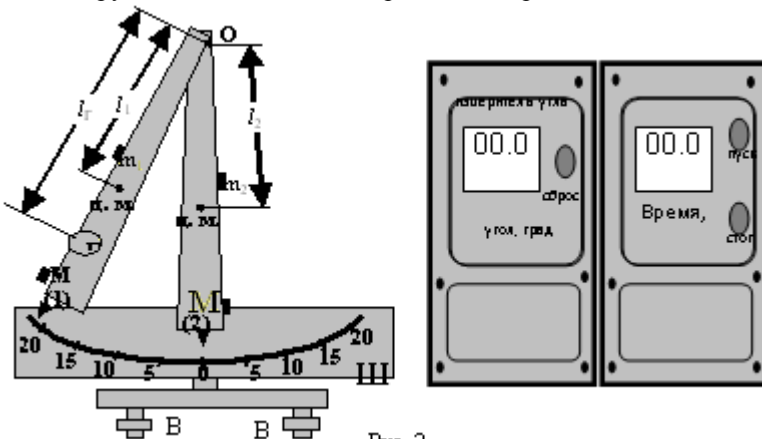

Рис. 2
Описание установки. Установка состоит из двух физических маятников (1) (масса m_1) и (2) (масса m_2), которые независимо могут колебаться вокруг общей оси O (рис. 2). Маятники снабжены магнитами M , с помощью которых они стягиваются и могут вращаться вокруг оси O , как единое целое. Для изменения момента инерции к маятнику 1 может быть прикреплен добавочный груз Γ (масса m_Γ). На каждом маятнике красной меткой указано положение центра масс (ц.м.), расстояния до которых от оси вращения равны соответственно, l_1 и l_2 . Очевидно, центр масс маятника с добавочным грузом находится от оси вращения на расстоянии
С помощью винтов В (рис.2) установите маятники в свободном положении на нулевую отметку шкалы. 2) В табл. 1 указаны расстояния l_1 , l_2 и l_Γ и значения m_1 , m_2 и m_Γ . 3) Рассчитайте расстояние от оси вращения до центра масс маятников $l_{1\Gamma}$, $l_{12\Gamma}$, и занесите в таблицу 2. 4.) На измерителе времени (рис.2) нажмите кнопку «Стоп». Отведите в сторону маятник 1. Освободите маятник, одновременно нажав кнопку «Пуск» измерителя времени.